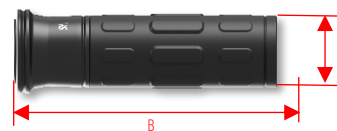

Fig. 1
5. Obsérvense los diferentes diámetros interiores de las empuñaduras (Fig. 1).